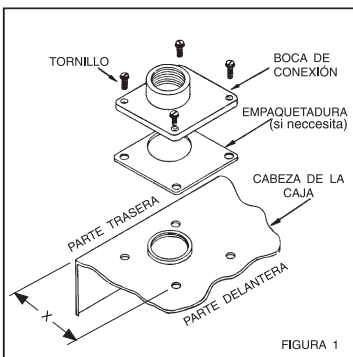

FIGURA 1
3. Si la dimensión "X" en la Figura 1 es 3 9/16" use dos (2) de los cuatro (4) tornillos